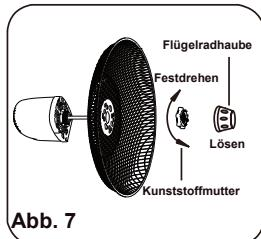

Abb. 7
1. Lösen Sie die Flügelradhaube durch Drehen in Uhrzeigersinn (bzw. nehmen Sie sie aus der Verpackung). Lösen Sie nun die Kunststoffmutter durch Drehen gegen den Uhrzeigersinn. Setzen sie das hintere Schutzbretter auf die Motoreinheit und fixieren Sie es anschließend mit der Kunststoffmutter. (Abb. 7)